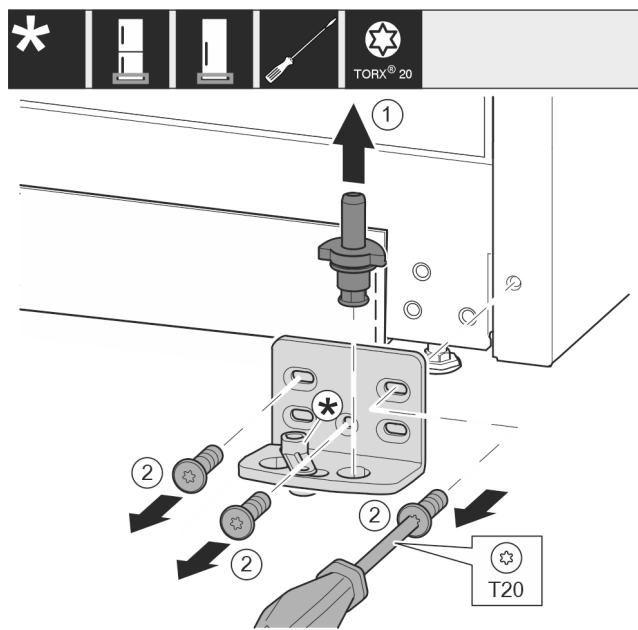

Fig. 10
- Sortir complètement l'axe de palier par le haut. *Fig. 10 (1)*
- Desserrer les vis avec le tournevis T20 et enlever le support de palier. *Fig. 10 (2)*